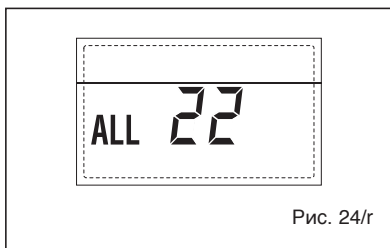

Рис. 24/г
– НЕПОЛАДКА ПОЛОМКИ ДАТЧИКА ПОДАЧИ ВТОРОЙ СМЕШАННОЙ ЗОНЫ “ТРЕВ 23” (рис. 24/с)